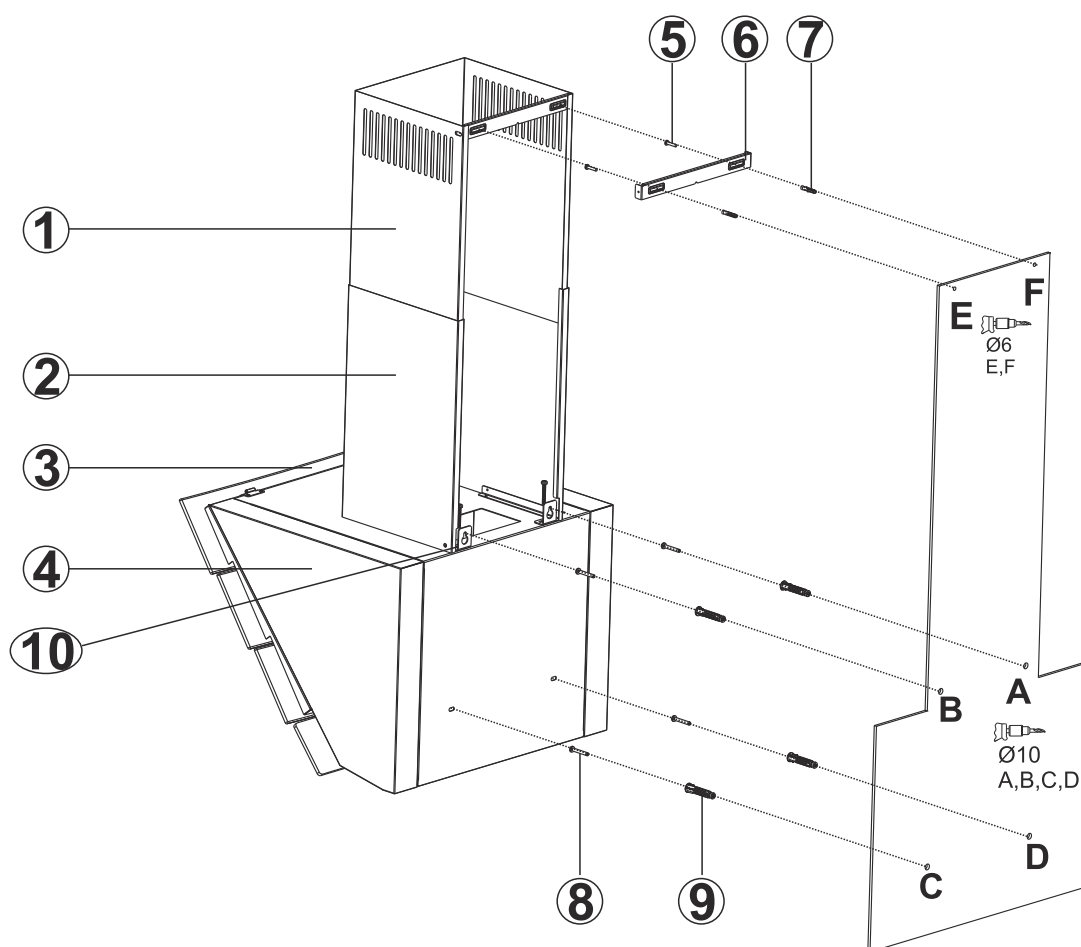

Fig. 11: MONTERING INSTALLATION OG DELE.
- Placere monteringskabelonen på væggen alt efter ønskede højde af emhætten i forhold til kogepladen (følg vores anbefalinger mht højde). Markerer A, B, C og D punkterne (Fig. 11)
- På punkterne A, B, C og D bores og indsættes Ø10mm raw-plugs. Skru derefter 2 x 5,5x60 i A + B-punkterne med en afstand af 5mm mellem væggen og skruehovedet.(Fig. 11).
- Montere ophængningsbeslagene på emhættens top med 2 x M5x35 skruer (Fig. 11/10)
Indvendig og udvendig skorsten sættes ind i hinanden (Fig. 11).
- Vægbeslaget til skorstenen (6) holdes hen mod væggen der hvor den skal placeres. Herefter markeres punkterne E & F (Fig. 11).
- Bor punkter E og F med Ø 6 mm bor, og sæt Ø 6 mm rawl-plugs. Monter vægbeslaget til skorstenen med 3,9x22 skruer (Fig. 11).